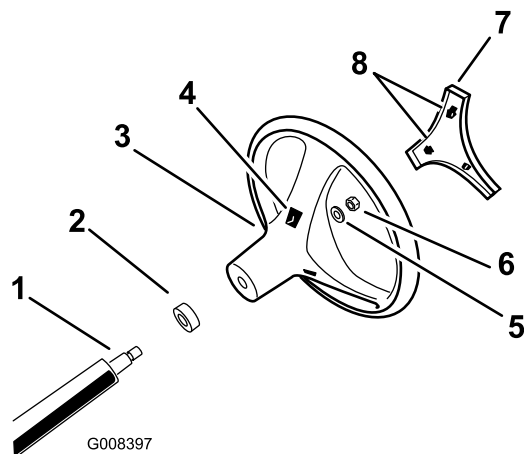

Bild 3
4. Befestigen Sie das Lenkrad mit der Sicherungsmutter an der Welle und ziehen diese bis auf ein Drehmoment von 24-29 N·m fest. Bild 3
5. Fluchten Sie die Nasen der Abdeckung mit den Schlitten im Lenkrad aus und lassen Sie die Abdeckung an der Lenkradnabe einrasten (Bild 3).